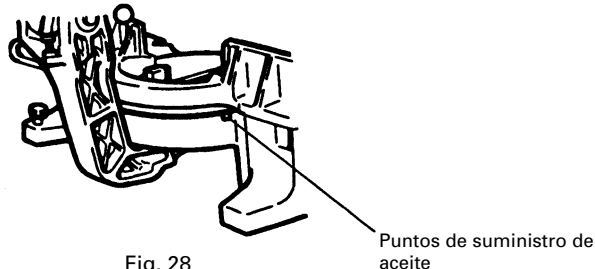

Fig. 28
- * Parte giratoria de la mesa giratoria y de la base (consulte la Fig. 28)